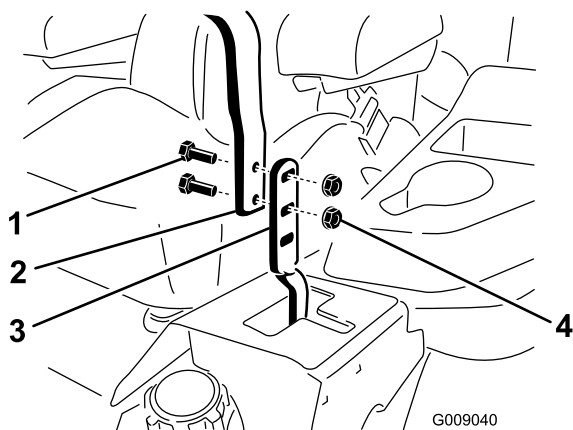

Figura 94
3. Allentate i bulloni e i dadi delle flange montati sulle leve (Figura 94).